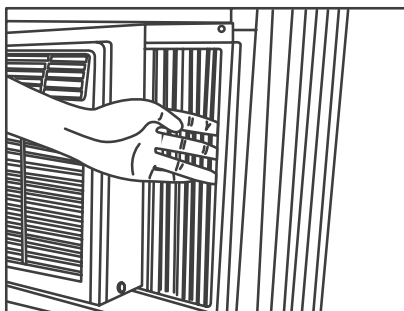

Fig.6
3. Étendez les panneaux latéraux contre le cadre de la fenêtre (Fig.6).